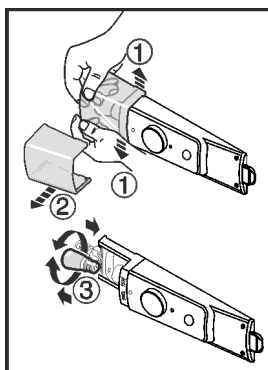

Fig. 14
- Натиснете навън капака на лампата в предната част отвътре съгласно фигурата Fig. 14 (1) и го изтеглете настрана Fig. 14 (2).
- Сменете лампата. Fig. 14 (3)